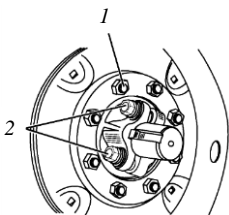

Рис. 6.9. Формирование колеи задних колес, установленных на клеммовых ступицах:
- отвернуть гайки 1 (рис. 6.9) крепления колеса и снять колеса;